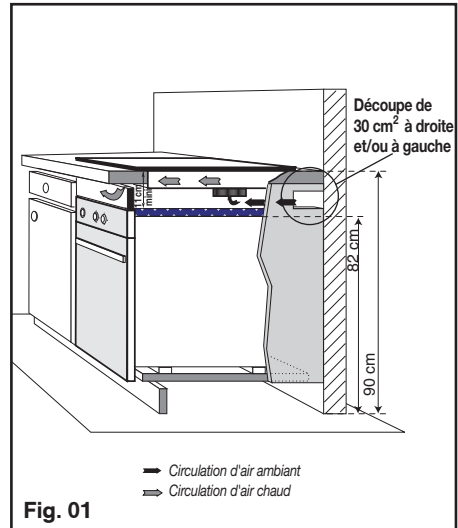

Fig. 01
**Utilisez impérativement les trous prévus à cet effet suivant le dessin ci-dessus (Fig. 01).**
### – Au-dessus d'un four (Fig. 01)
Nous suggérons à cet effet une découpe de 30 cm2 à l'arrière d'un des côtés de la niche d'encastrement (Fig. 01).
– Branchez les fils sur l'installation en respectant les couleurs des fils (Fig. 01).